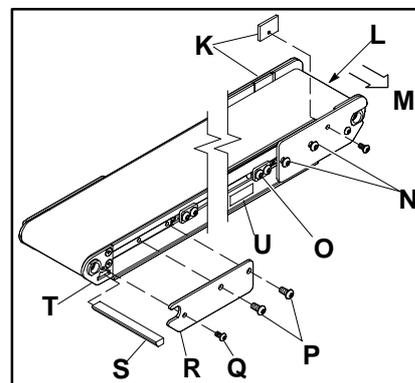

Figure 10
Si vous travaillez sur un convoyeur à bords hauts, retirez les parois de la goulotte (K de la figure 10).
Reportez-vous à la figure 10 à la page 5, et remplacez le racleur inférieur (S) en passant par la lumière située dans la plaque de la poulie (T). Remplacez les vis (P et Q) de la plaque de jonction arrière du côté du convoyeur sur lequel le racleur a été retiré; serrez une vis (Q), mais dans un premier temps, laissez les autres vis (P) desserrées.
Si vous travaillez sur un convoyeur à bords hauts, remontez les côtés de la goulotte de remplissage. Reportez-vous aux procédures liées à la figure 10 à la page 5.